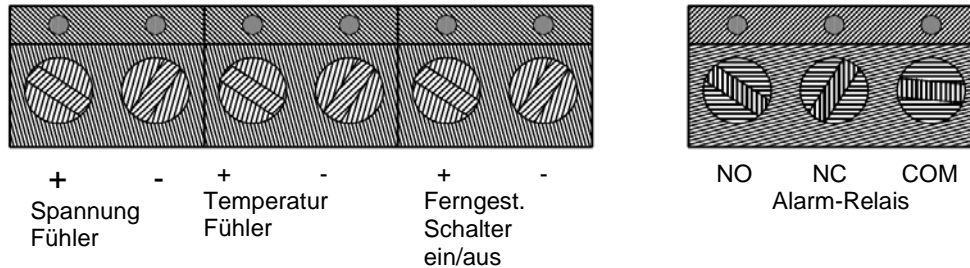

Abbildung 5 Klemmleiste
2.3.2. Externer Temperatur-Fühler (siehe Abb. 5)
2.3.3 Ferngesteuerter Ein-/Aus-Schalter (siehe Abb. 5)
2.3.4. Alarm-Relais-Anschlüsse (siehe Abb. 5)